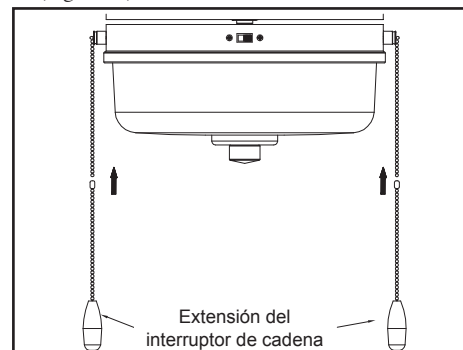

Figura 16
6. Fija las extensiones de interruptor de cadena a los interruptores de cadena del ventilador y de la luz. (Figura 16)